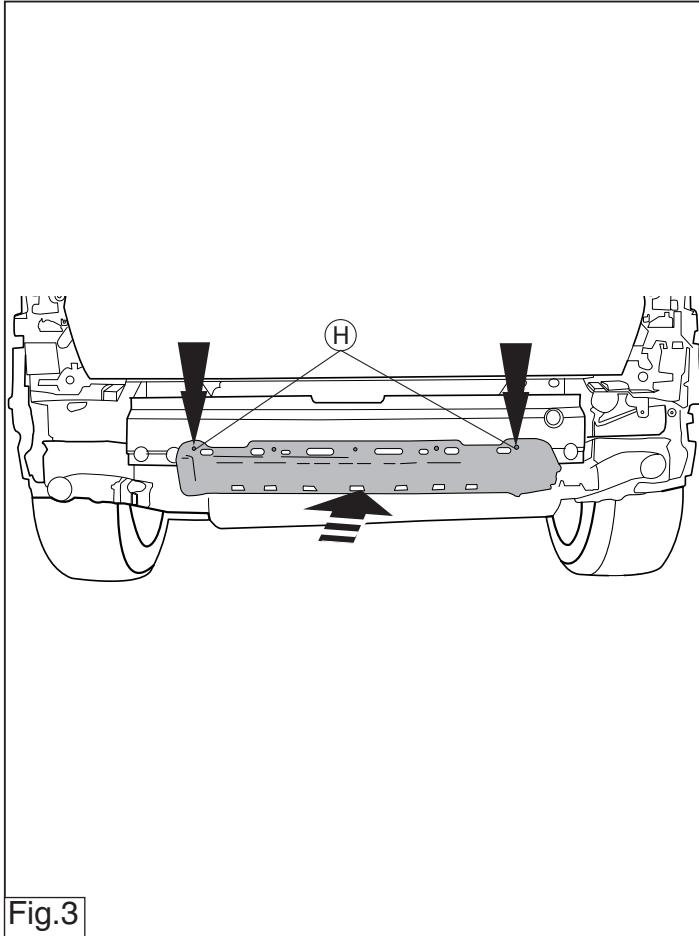

Fig.3
- Установить пластмассовый корпус на поперечный брус букирного крюка в точках Н. См. рисунок 3.